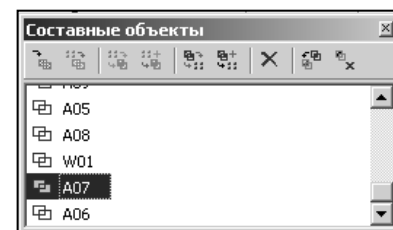

Рис. 3
- **панель Составные объекты** (рис. 3) — обеспечивает просмотр и редактирование составных объектов, входящих в набор проектов;